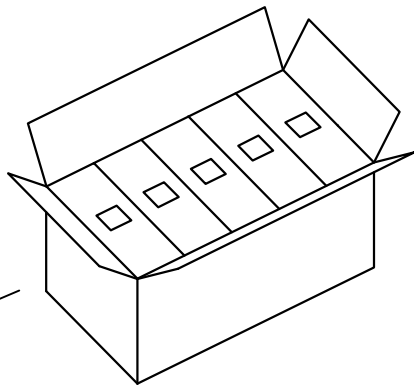

图4 外箱
- 3: 如图4, 每外箱装10内盒, 数量为10X(6X1000pcs)。